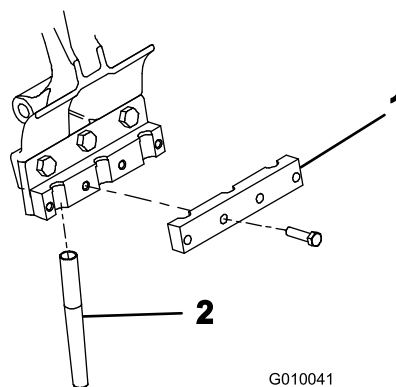

Bild 24
4. Befestigen Sie eine Stachelklemme mit vier Schrauben (3/8 x 1-1/2 Zoll) lose an jedem Stachelhalter (Bild 24). Ziehen Sie die Bolzen nicht fest.